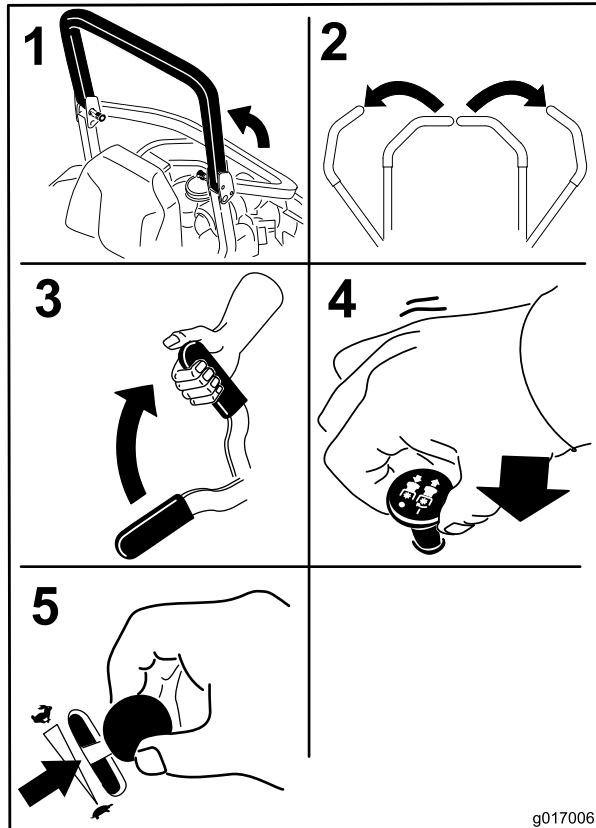

Figure 18
4. Placez la commande des lames (PDF) en position Désengagée (Figure 18).